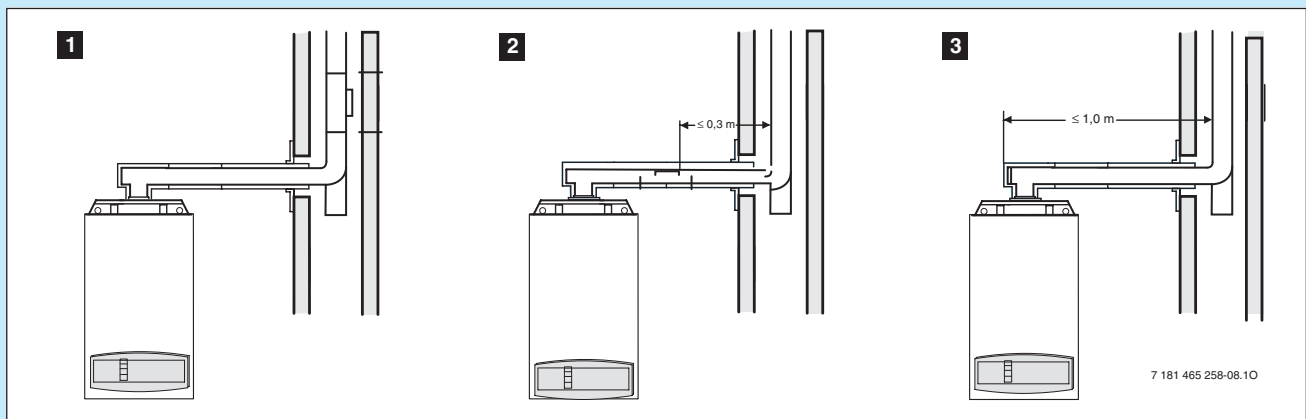

Bild 115
- 1** im senkrechten Teil der Abgasanlage direkt oberhalb der Einführung des Verbindungsstückes (Bild 115)
- 2** seitlich im Verbindungsstück höchstens 0,3 m entfernt von der Umlenkung in den senkrechten Teil der Abgasanlage (Bild 115),
- 3** an der Stirnseite eines geraden Verbindungsstückes höchstens 1,0 m entfernt von der Umlenkung in den senkrechten Teil der Abgasanlage angeordnet werden (Bild 115).